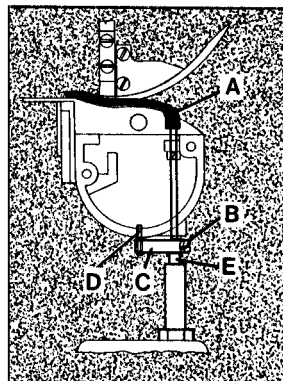

Fig.1
Align feeler (A, Fig.1) with slot in throat plate and set it as high as possible. Loosen screw (B) for making this adjustment and set feeler as required. When the feeler (A) is in its highest position, guide (C) should just contact the push button (A) of switch without pressing it. Make sure that fork of guide (C) is aligned with guide pin (D). Retighten screw (B).
Richten Sie den Taster (A, Fig. 1) nach dem Schlitz in der Stichplatte aus und stellen Sie ihn so hoch wie möglich. Lösen Sie dazu die Schraube (B) und stellen den Taster entsprechend ein. Wenn der Taster (A) in seiner höchsten Stellung ist, soll die Führung (C) den Druckknopf (E) des Schalters gerade berühren, ohne auf ihn zu drücken. Die Gabel der Führung (C) wird vom Führungsstift (D) geführt. Ziehen Sie die Schraube (B) wieder an.